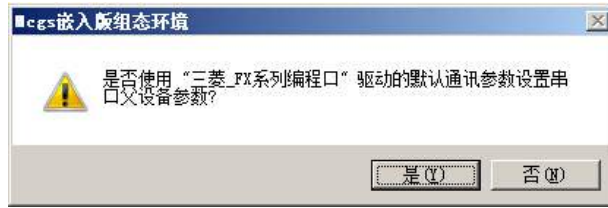

图 4.2.3
■ 此时会弹出窗口，提示是否使用三菱FX系列编程口默认通讯参数设置父设备，如图4.2.3，选择“是”。